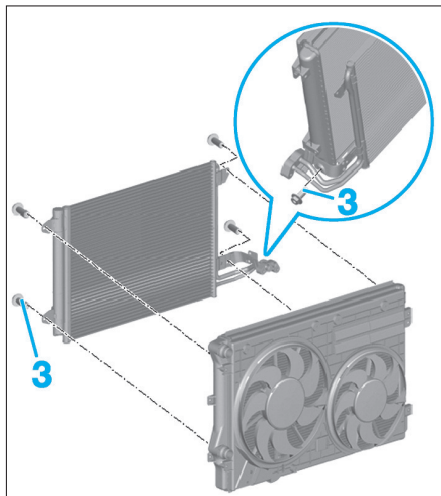

Fig. 6
- Déposer les vis (3) et désolidariser le condenseur du radiateur de refroidissement (Fig.6).